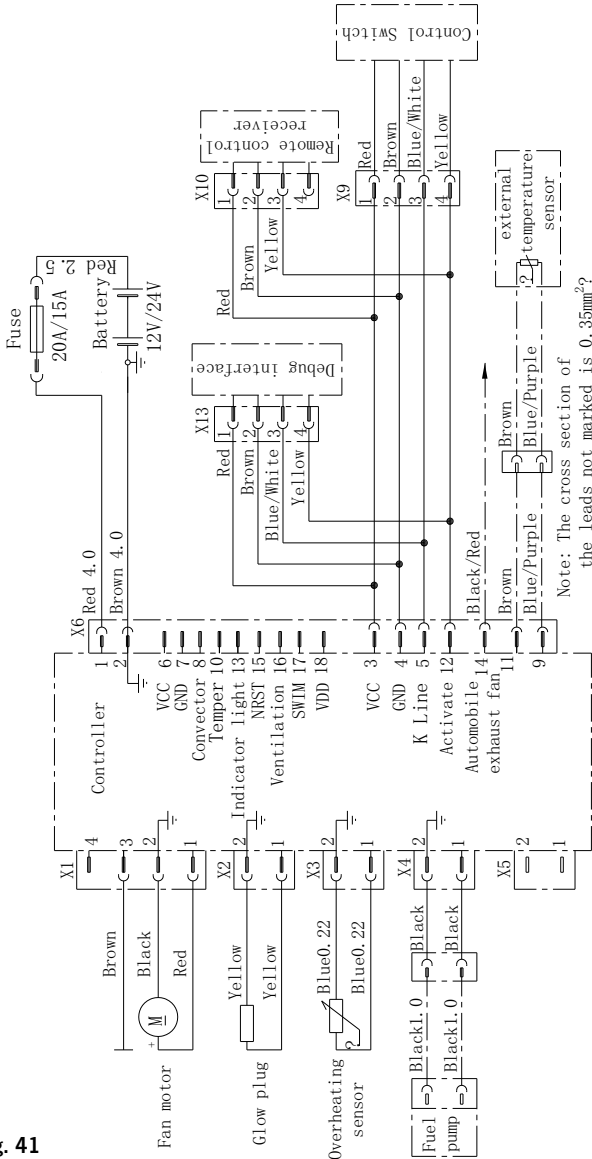
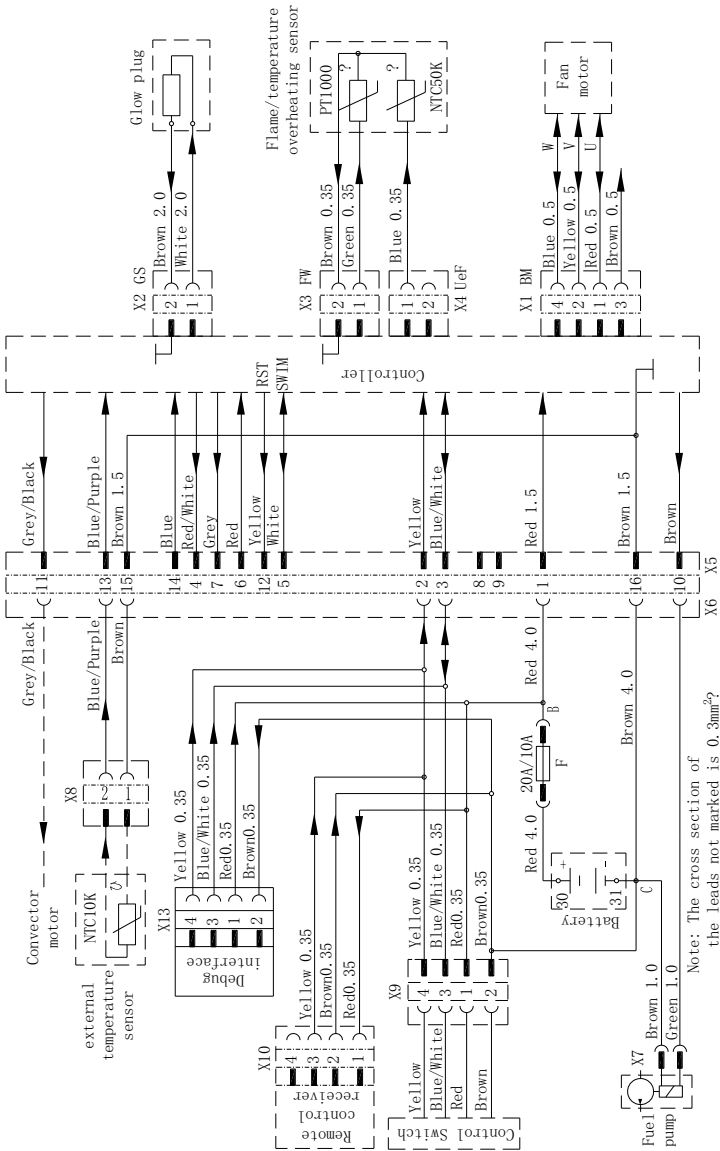

Fig. 41
Fig. 42
- Vous trouverez les schémas de raccordement électrique des appareils de chauffage sur la Fig. 41 page 52 et la Fig.42 page 53